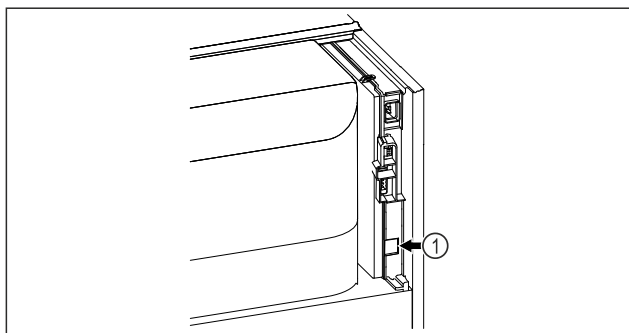

Fig. 134
- SmartModule Fig. 134 (1) установлен.